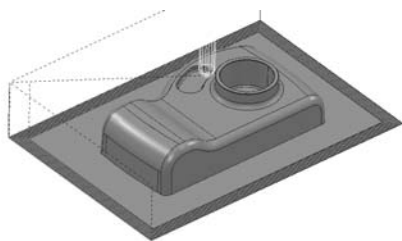

图 4-8 最大偏置数是 10 时的刀具路径
5) 最大偏置：指定对零件轮廓进行偏置的次数，也就是由零件轮廓外向内生成多少条刀具路径。例如，勾选“最大偏置”选项，并设置数目是 10 时，生成 10 条刀具路径，如图 4-8 所示。